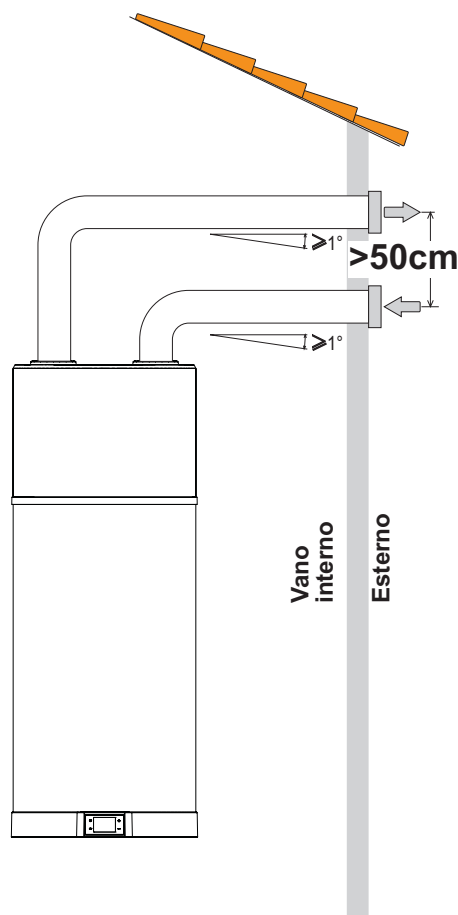

fig. 32 - Esempio di collegamento scarico aria
- Realizzare un canale d'aria dedicato così come indicato nella fig. 32.